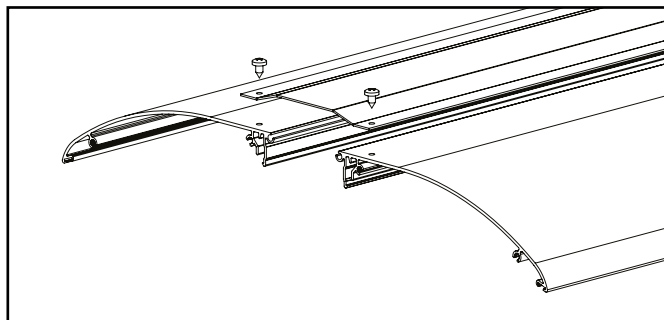

fig. 5 : Het kapprofiel
- De opening tussen de 2 kappen wordt afgedekt door het vastschroeven op het kapprofiel van een aluminium afdekprofiel, gelakt in de kleur van de schermen. (Zie fig. 5)